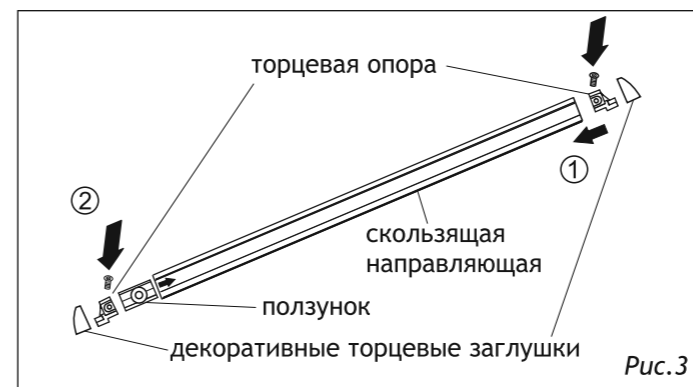
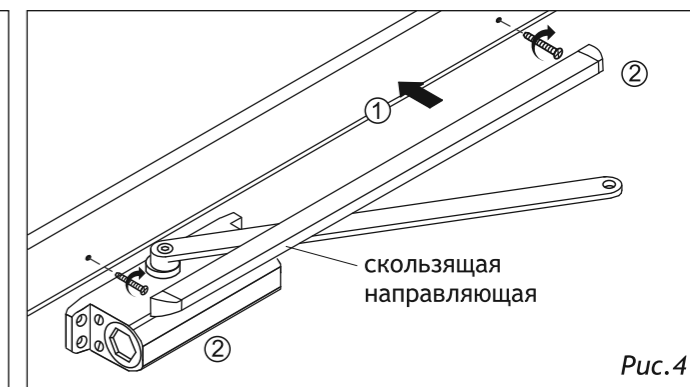

Рис.3
Рис.4
4. Вставьте ползунок в скользящую направляющую. Винтами закрепите торцевые опоры на скользящей направляющей. Установите скользящую направляющую и закрепите на ней декоративные торцевые заглушки (рис. 3) и (рис. 4);